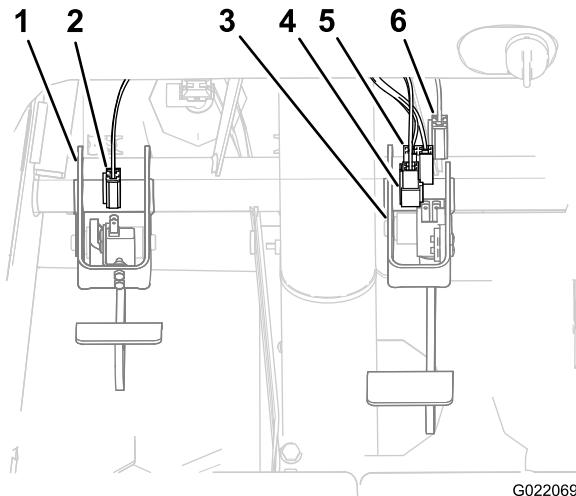

図 9
- ハーネスの枝線（クラッチスイッチ用2ソケット・コネクタ付き）を、クラッチペダル用のサポートブラケットに沿って配設する（図 9）。